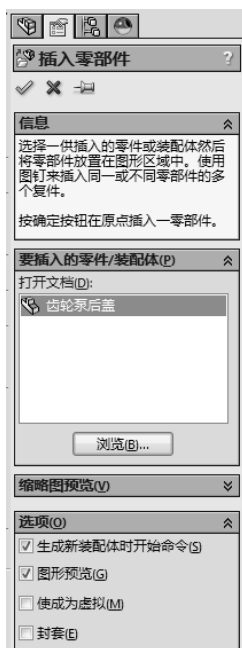

图 10-14 设置插入零部件操控板
- [1] 单击装配体工具栏上的【插入零部件】按钮，出现插入零部件操控板，单击【浏览】按钮，打开一现有文件齿轮泵后盖，设置插入零部件操控板，如图 10-14 所示。